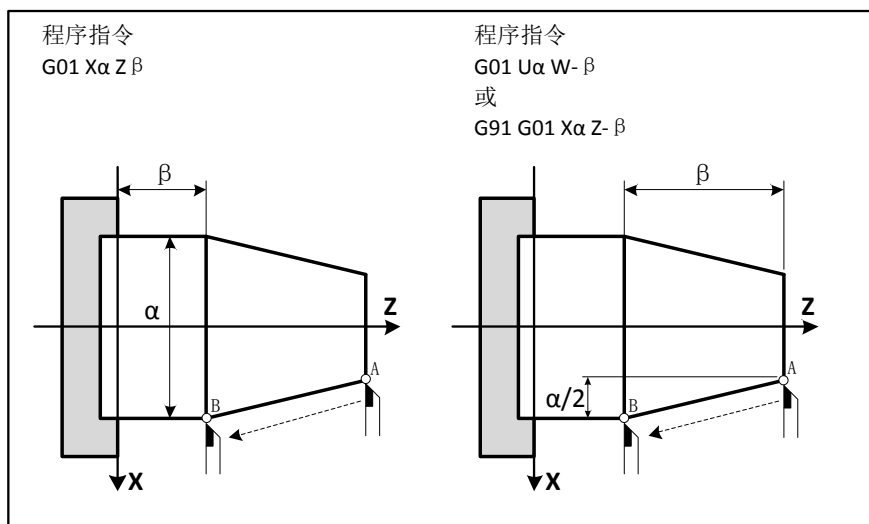

图 2.11
- (1) 每次加工开始, 自动处于G01状态。
- (2) 不运动的坐标可以省略。
- (3) 目标点的坐标可以用绝对值或增量值书写 (如图2.11)。
- (4) G01加工时, 其进给速度按所给的F值运行, F允许的最高速度由P18#参数设定。